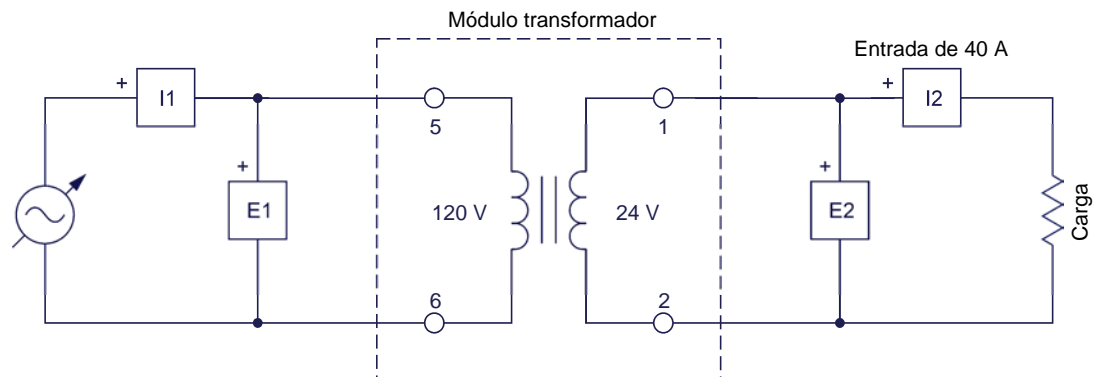

Figura 9. Transformador reductor de 120 VA conectado a la carga de baja resistencia disponible en el módulo **Alternador/Controlador del aerogenerador**.
32. Arme el transformador reductor de 120 VA mostrado en la figura 9. No conecte aún al circuito la carga resistiva, es decir, los resistores de carga del módulo **Alternador/Controlador del aerogenerador**. De esta manera, la resistencia de carga en el secundario del transformador es infinita.
En el módulo **Alternador/Controlador del aerogenerador**, conecte los tres resistores de carga de 15Ω en paralelo. Luego, conecte la carga resistiva resultante de 5Ω al circuito, como se muestra en la figura 9.